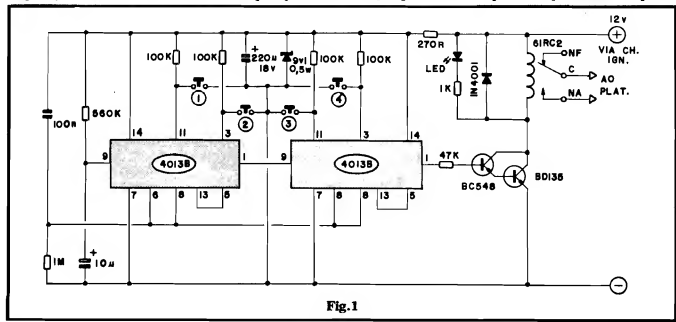

Fig.1
- FIG. 1 - O CIRCUITO - Dois Integrados (da concebidíssima "família" digital C.MOS) 4013, contendo cada um dois flip-flops ou "células de memória/contagem", formam o "coração" operacional do circuito... O uso de Integrados bastante apropriados para a função, permitiu um excelente índice de redução na quantidade dos demais componentes (o que sempre contribui para otimizar custos). As quatro células de "memória" contidas nos dois Integrados, estão eletricamente "enfileiradas" (pela inter-conexão feita através dos respectivos pinos de Entrada, Saída, Controle, etc.), porém o "trânsito" do sinal através dos quatro contadores, apenas pode se dar, de maneira efetiva, após a autorização sequencial dada através dos 4 push-buttons (pela ordem, 1-2-3-4...) que comandam as entradas de clock dos flip-flops (previamente polarizadas em "alto", por resistores de 100K...). Uma rede RC simples, formada pelo resistor de 1M e capacitor de 100n aplica um pulso em todas as entradas de SET dos 4 flip-flops, garantindo que, ao ser inicialmente energizado o circuito (pela aplicação dos 12V à linha de ali-